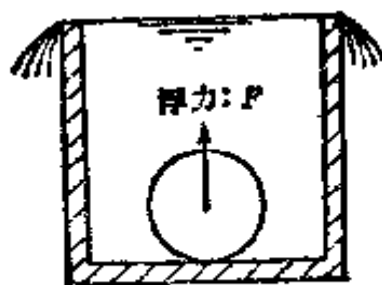

图 5.4
【解说】 某物体在流体中受到向上的力作用，此力叫浮力，它等于物体在流体中排出的流体重量。这个原理是阿基米德发现的，如图 5.4 所示，把体积为 V (m^3) 的物体放入重度为 γ (kgf/m^3) 的液体里面，物体排出 V (m^3) 的液体，液体的重量为 γV (kgf)。此排出液体的重量等于浮力，即为 (1) 式。